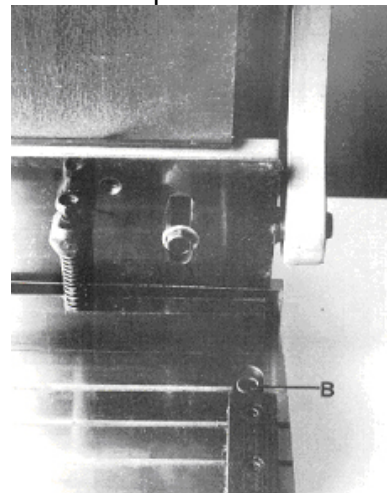

Рис. 7
3. Отрегулируйте зажим на расстоянии 1/4” (6,5мм) над столом, когда лезвие ножниц находится в верхнем положении, повернув два болта с шестигранными головками по ключ (А, Рис. 7) Когда
1. Ослабьте два винта с шестигранными головками под ключ (В, Рис. 7) с каждой стороны стола.
2. Используйте регулирующие винты А, Рис. 7), чтобы уменьшить зазор между лезвием и столом, чтобы облегчить разрезание тонкого материала.